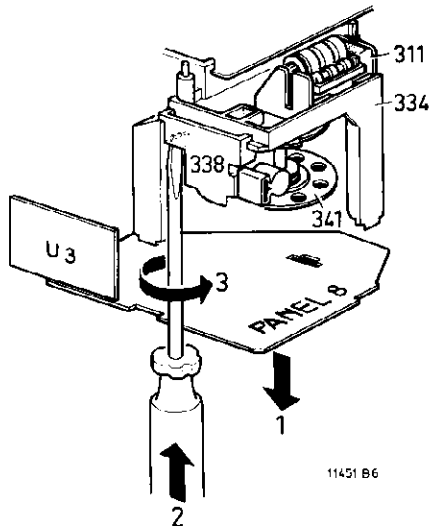

Fig. 3
- Enlever le porte-lampe 338 en courbant prudemment vers l'extérieur les deux languettes de fixation à l'aide d'un tournevis (fig. 3).